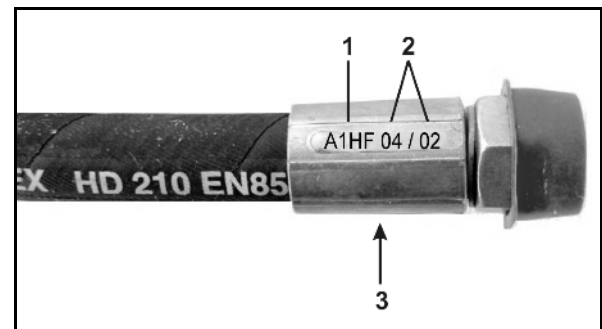

图 96
2. 拧下磁帽（图 96/1）。
3. 取下磁圈（图 96/2）。
4. 拧出阀杆（图 96/3）